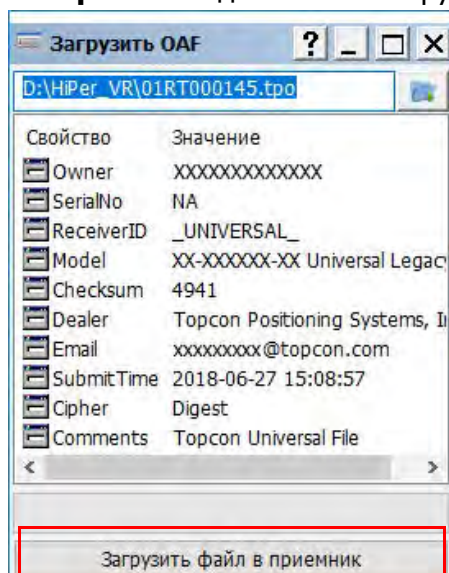

Рисунок 5-8: Загрузка OAF в приемник
TRU сначала проверяет совместимость выбранного файла с подключенным в данный момент приемником. Если Вы выбрали файл, не предназначенный этому приемнику, окно **Загрузки OAF** отобразит знак ошибки рядом с идентификатором приемника (не показано) и отключает кнопку **Загрузить файл в приемник** (Рисунок 5-8).
5. Кликните **Загрузить файл в приемник** для начала загрузки файла (Рисунок 5-8).